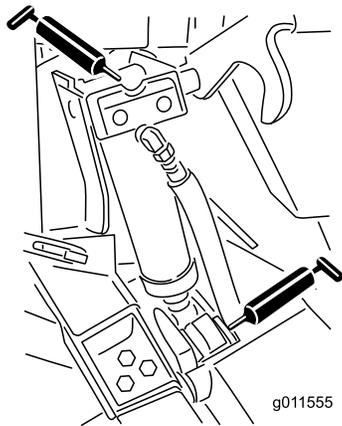

Figure 44
- Bagues de vérin de levage (4) (Figure 44).